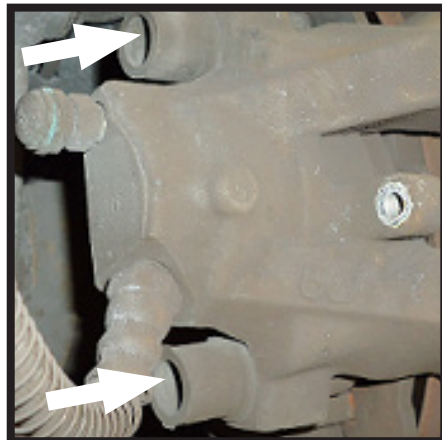

FIGURA 7
8. SVITARE I DUE (2) BULLONI SULLA PARTE POSTERIORE DELLA PINZA DEL FRENO. (FIGURA 7)